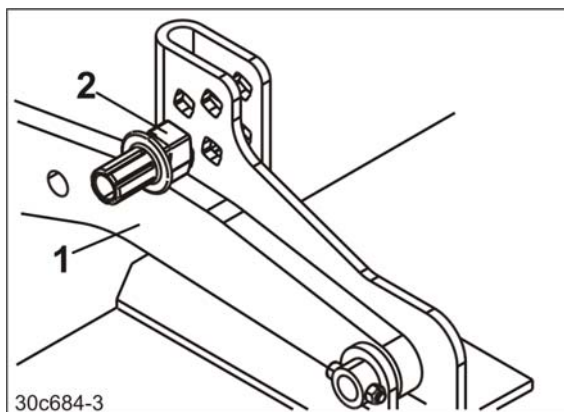

Рис. 116
- Кронштейны (Рис. 116/1) опираются на пальцы регулировки глубины (Рис. 116/2).
7. Убедитесь, что оба кронштейна (Рис. 116/1) прилегают к пальцам регулировки глубины.